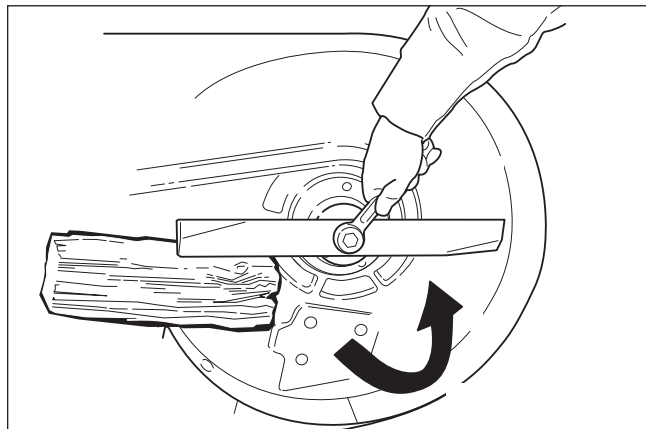

Figura 27. Aflojamiento de las cuchillas del cortacésped para el retiro
1. Para retirar las cuchillas del cortacésped, use una llave de 1" en las partes planas del eje y retire el perno de montaje de las cuchillas del cortacésped con una llave de 15/16" (Figura 27).
- A.) Les faltan 0.5" (12.7 mm) del metal de las cuchillas del cortacésped debido a un afilamiento previo o a desgaste (D, Figura 27).